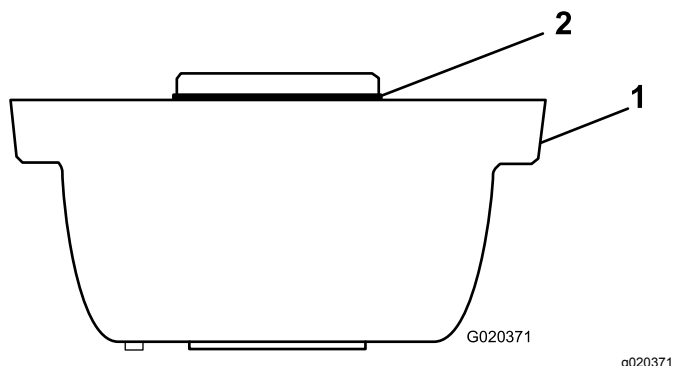
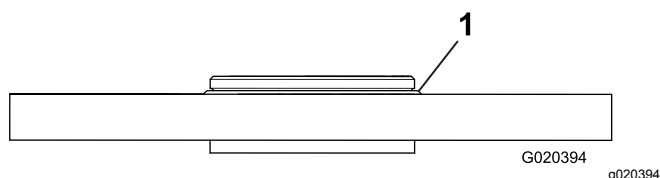

Figura 7
Figura 8
14. Verificate che l'O-ring venga montato nell'alloggiamento della spazzola per rullo (**Figura 7** e **Figura 8**).